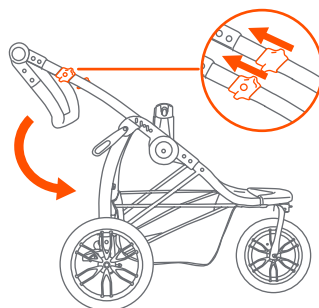
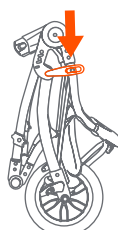

Fig. 20a
Fig. 20b
• Pliegue el carrito tirando de ambos gatillos de liberación (Fig. 20a) y empuje el manubrio hacia el suelo. Asegúrese de que las ruedas delanteras estén extendidas, y luego fije el carrito en la posición plegada trabando el pestillo de pliegue ubicado en el lado derecho del carrito, por encima del remache (Fig. 20b).